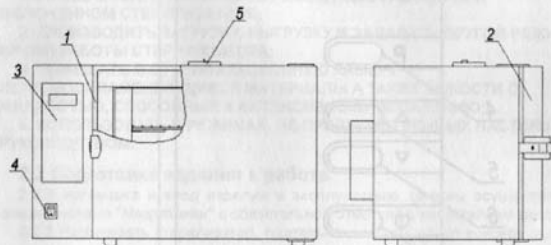
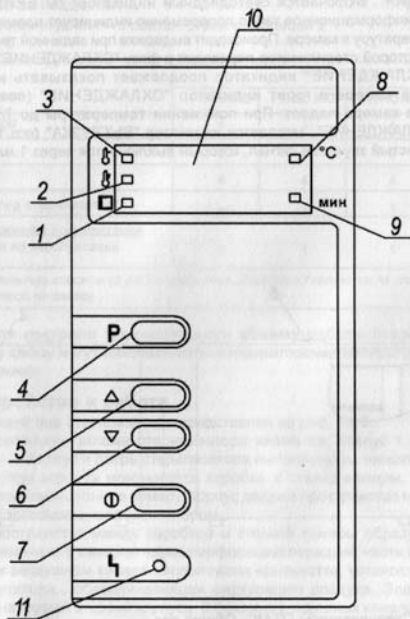

Рисунок 1 – Стерилизаторы ГП МО. Общий вид
Рисунок 2 – Расположение органов управления стерилизатором на блоке управления
1.4.1 Общий вид стерилизатора представлен на рис. 1 и 2.
Установить выключатель (поз.4, рис. 1) в положение "I". На блоке управления загорится индикатор (поз.8, рис. 2), информационное табло (поз.10, рис.2) показывает текущую температуру в стерилизационной камере.
Для выбора программы стерилизации нажать на кнопку "P" (поз.4, рис.2) и выбрать нужную программу путем нажатия на одну из кнопок "Δ", "∇" (поз.5, 6, рис.2).
Для запуска выбранной программы кратковременно (не более 2 сек) нажать на кнопку "O" (поз.7, рис. 2). Стерилизатор перейдет в фазу "ПОДГОТОВКА". Информационное табло индицирует изменение температуры в камере. Происходит нагрев до установленного значения температуры.
"СТЕРИЛИЗАЦИЯ". Включается светодиодный индикатор "СТЕРИЛИЗАЦИЯ" (поз.3, рис. 2), информационное табло попеременно индицирует время выдержки и текущую температуру в камере. Происходит выдержка при заданной температуре, по истечении которой стерилизатор переходит в фазу "ОХЛАЖДЕНИЕ".
В фазе "ОХЛАЖДЕНИЕ" индикатор продолжает показывать изменение температуры в камере и горит индикатор "ОХЛАЖДЕНИЕ" (поз.2,рис. 2). Температура в камере падает. При понижении температуры до 75°C гаснет индикатор "ОХЛАЖДЕНИЕ", загорается индикатор "ВЫГРУЗКА" (поз.1, рис. 2) и звучит прерывистый звуковой сигнал, который выключается через 1 минуту.
2.3.3 Установить выключатель (поз.4, рис. 1) в положение " I ". На блоке управления загорится индикатор (поз.8, рис. 2), информационное табло (поз.10, рис.2) показывает текущую температуру в стерилизационной камере.
В алгоритм управляющей программы стерилизатора заложена возможность автоматического запуска прерванной (в результате кратковременного пропадания питающего напряжения) программы. Если после включения произошел автоматический запуск программы, то для ее остановки необходимо нажать на кнопку "O" (поз.7, рис.2) и удерживать в течение 3 секунд.
Программа запоминает в энергонезависимой памяти номер последней программы, запущенной на исполнение. Для ее повторного запуска можно сразу нажать на кнопку "O" (поз.7, рис. 2), не производя перебор программ.
2.3.5 Для запуска выбранной программы кратковременно (не более 2 сек) нажать на кнопку "O" (поз.7, рис. 2). При этом включится вентилятор принудительной циркуляции воздуха внутри стерилизационной камеры и стерилизатор перейдет в фазу "ПОДГОТОВКА". Информационное табло индицирует изменение температуры в камере. Происходит нагрев до установленного значения температуры.
При необходимости запущенную программу можно остановить, нажав на кнопку "O" (поз.7, рис.2) и удерживать в течение 3 секунд. Эту остановку можно выполнить в любой фазе стерилизации.
2.3.6 При достижении заданной температуры стерилизатор переходит в фазу "СТЕРИЛИЗАЦИЯ". Включается светодиодный индикатор "СТЕРИЛИЗАЦИЯ" (поз.3, рис. 2), информационное табло попеременно индицирует время выдержки и текущую температуру в камере. Происходит выдержка при заданной температуре, по истечении которой стерилизатор переходит в фазу "ОХЛАЖДЕНИЕ".
2.3.7 В фазе "ОХЛАЖДЕНИЕ" индикатор продолжает показывать изменение температуры в камере и горит индикатор "ОХЛАЖДЕНИЕ" (поз.2,рис. 2). Температура в камере падает.
2.3.8 При понижении температуры до 75°C гаснет индикатор "ОХЛАЖДЕНИЕ", загорается индикатор "ВЫГРУЗКА" (поз.1, рис. 2) и звучит прерывистый звуковой сигнал, который выключается через 1 минуту.
2.3.10 По окончании работы стерилизатор установить выключатель в положение "O" (поз.4, рис.1).